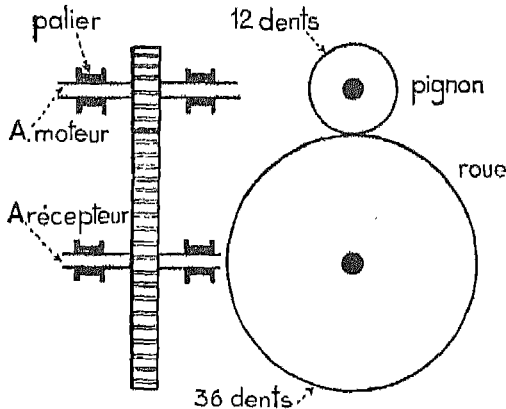

Fig. 7. — L'arbre récepteur tourne 3 fois moins vite que l'arbre moteur. Dites pourquoi ?
**Expérience.** — Voici deux roues en prise, l'une porte 12 dents, l'autre 36 par exemple (3 fois plus) (fig. 7).
peut tourner à 3 ou 4 vitesses différentes, et tourner en sens inverse pour la marche arrière (fig. 7, page 520).